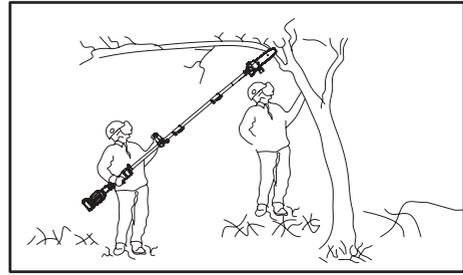

Fig. 48
7. Mantenga a las demás personas alejadas del extremo de corte del producto y a una distancia segura del área de trabajo. Mantenga una distancia mínima de 10 m de los transeúntes (Fig. 48).